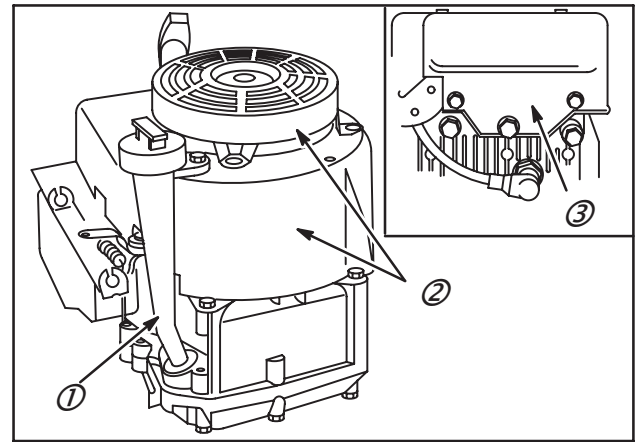

Fig. 127
2. Déposer la jauge et le tube de remplissage d'huile (1), Fig. 127.
- Déposer le carter de ventilation et le lanceur à rappel automatique (3, 2), Fig. 127.